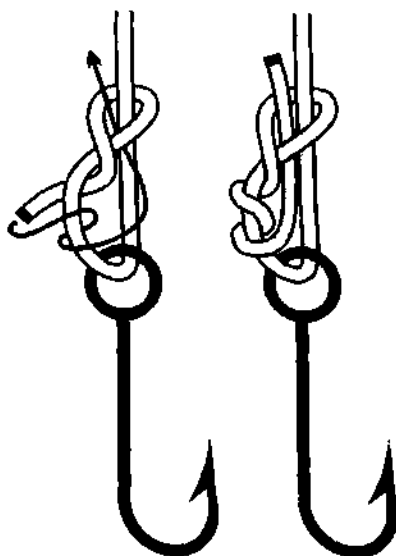

Рис. 703. Удавочный узел.
*Удавочный узел* – это удавка с пропущенным в очко ходовым концом параллельно коренному концу (рис. 703). Узел вяжется как и предыдущий, только шлагги ложатся в обратном направлении. *Удавочный узел* простой и надёжный.